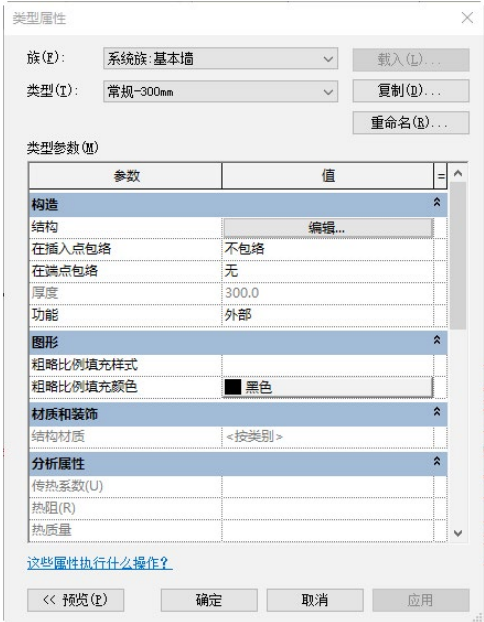

图 9-25 “类型属性”对话框
- 1) 打开砖混住宅文件，切换到“-F2-5850”楼层平面，单击“结构”选项卡“结构”面板中的“墙”下拉列表中的“墙：结构”按钮，在“属性”选项板中选择“基本墙 常规—300mm”类型，单击“编辑类型”按钮，打开如图 9-25 所示的“类型属性”对话框。